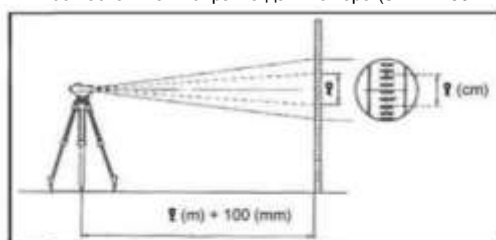

Рис.18
**Пример:** Если (l) равно 32 см, то горизонтальное проложение от центра инструмента А до рейки В составляет 32 м плюс постоянная поправка дальномера (32 м + 100 мм). (Рис.18)